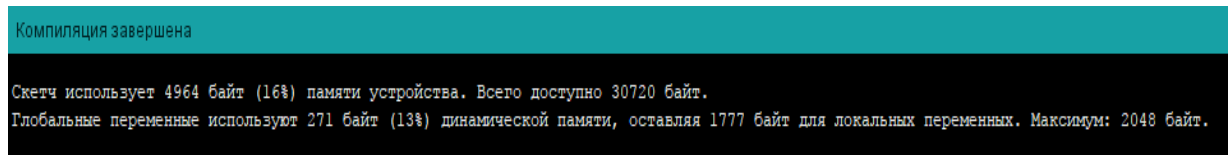

Рисунок 12 – Успішна компіляція
-  (Перевірка / Компіляція) – перевірка програмного коду на помилки, компіляція. Якщо компіляція пройшла успішно, Arduino IDE видасть нам таке повідомлення (рис. 12);